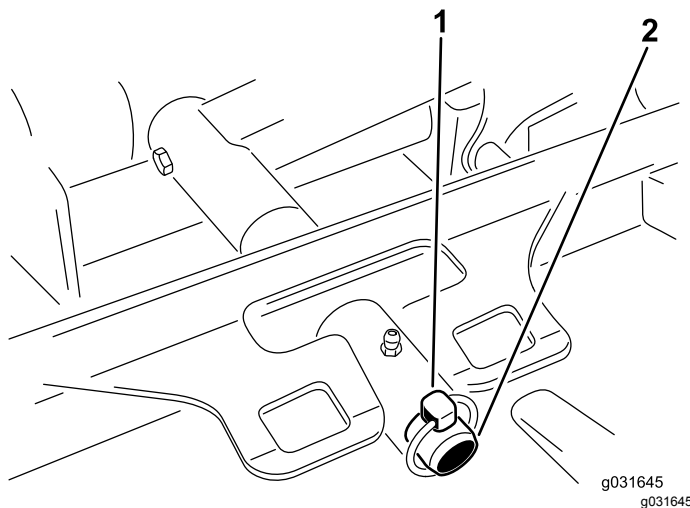

図 67
3. デッキのキャリアフレームを昇降アームのピボットピンに固定しているリンチピンまたはリテーナナットを外す **図 67**。
3. デッキのキャリアフレームを昇降アームのピボットピンに入れ、リンチピンとリテーナナットで固定する **図 67**。